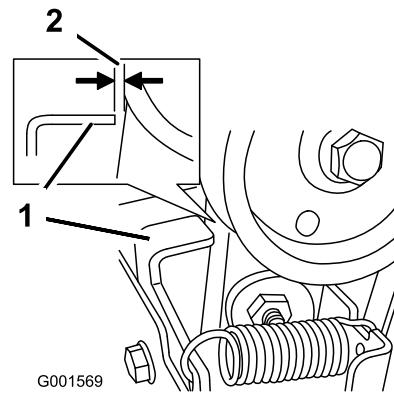

Bild 37
3. Kuppeln Sie den Räumwerk-/Gebläseradhebel aus und stellen Sie sicher, dass der Abstand zwischen der Schneckenkopplung und der Lasche 1,5 mm beträgt (Bild 37).